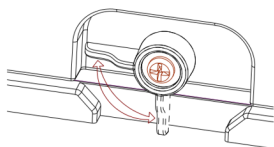

Imagen 1
(1) Gire el botón de bloqueo del tanque de agua hacia la izquierda (ver imagen 1), extraiga el tanque extraíble y vierta lentamente agua limpia del grifo en él (imagen **Nota:** Al agregar agua, observe el nivel a través de la marca de nivel trasera del tanque. No exceda el nivel máximo del tanque al agregar agua.